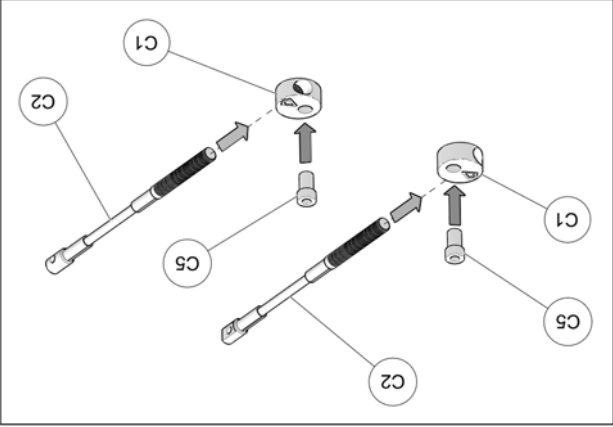

Fig. 20
11. Assembler les câbles des limiteurs de conduite (C2), les extrémités en aluminium (C1) et les bagues espaces (C5) tel que montré à la Fig. 20